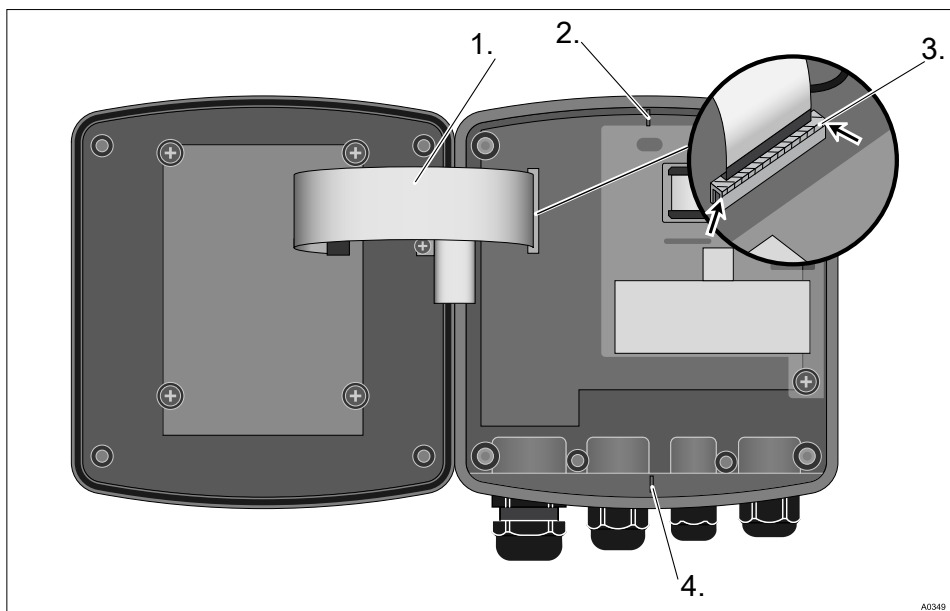

Рис. 6: Снятие плоского кабеля
Цоколь плоского кабеля припаян к плате. Цоколь нельзя снять. Для снятия плоского кабеля необходимо открыть фиксатор (3) на цоколе, см. Рис. 6